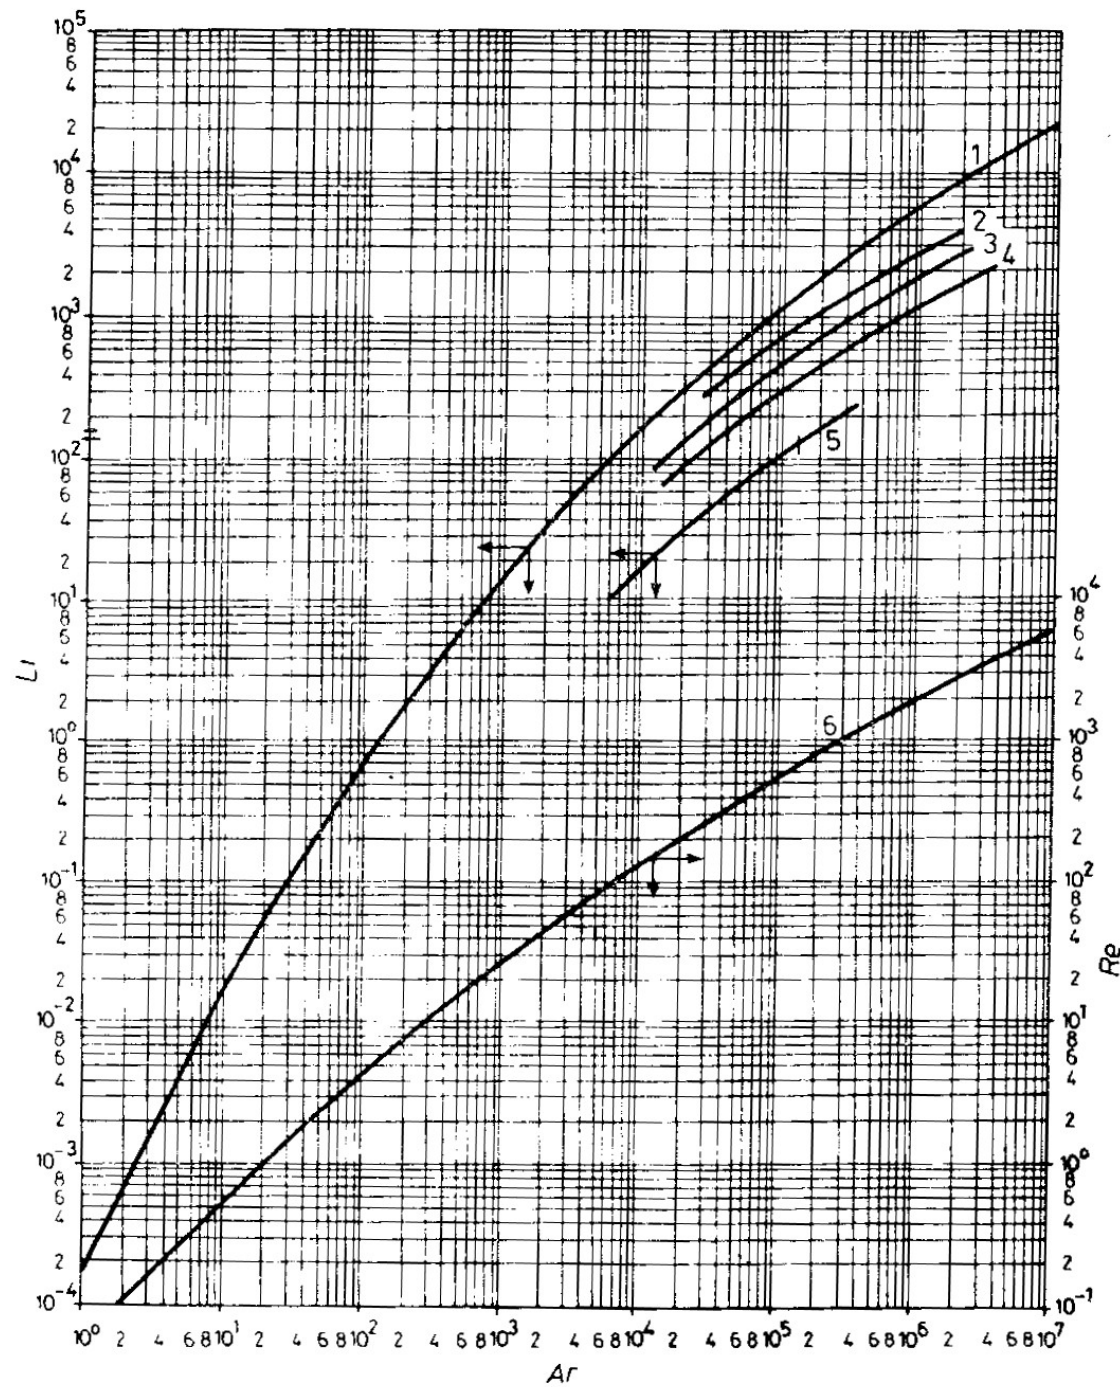

Fig. 3-1. Variația criteriilor Re și Li în funcție de criteriul Ar la sedimentarea particulelor individuale într-un mediu imobil :
2. Cu valoarea Ar se determina valoarea criteriului Re sau Li (din graficul din fig. 3-1)
- o iar cu valoarea gasita pentru Li se determina criteriul Ar (din Fig. 3-1), dupa care se calculeaza d_p din ecuatie (12 c).
- Se afla valoarea criteriului Ar pt. particule corespunzătoare din fig. 3-1;